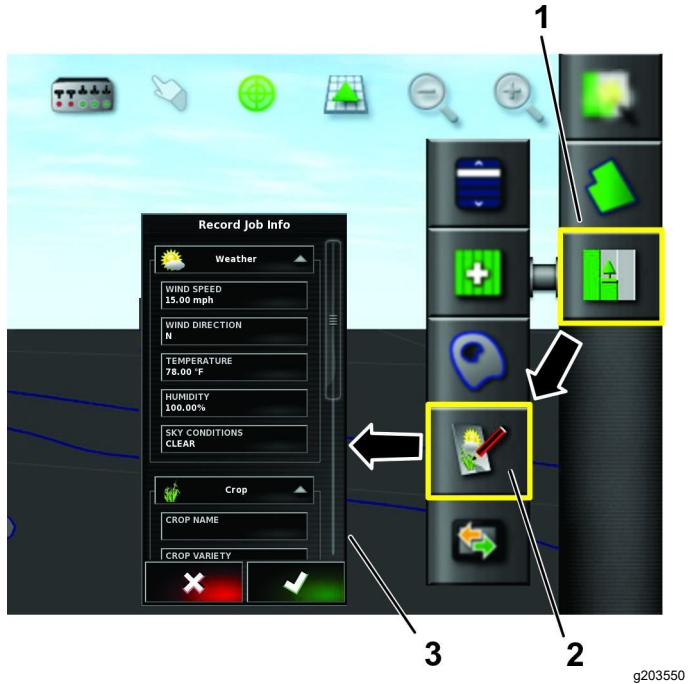

Figura 86
1. Pulse el ícono de trabajo (Figura 86).
2. Pulse el icono de registro de información de trabajos (Figura 86).